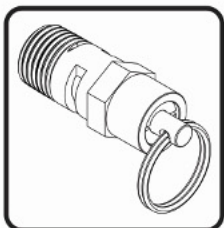

FIGURA 11
7.8 Verifique o funcionamento da válvula de segurança do vaso de pressão puxando sua argola (Figura 11). O ar será liberado e após alguns segundos, devido à queda de pressão ocasionada pela vazão de ar, a válvula fechará automaticamente.